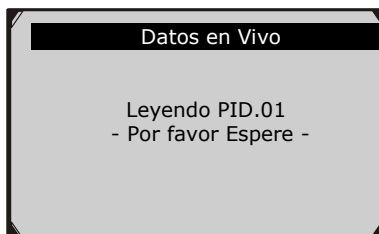

Figura 6.9
- 2) Espere unos pocos segundos mientras la herramienta de escaneo valida el **PID MAP** (Mapa de Identificación de Parámetros). (Figura 6.9)